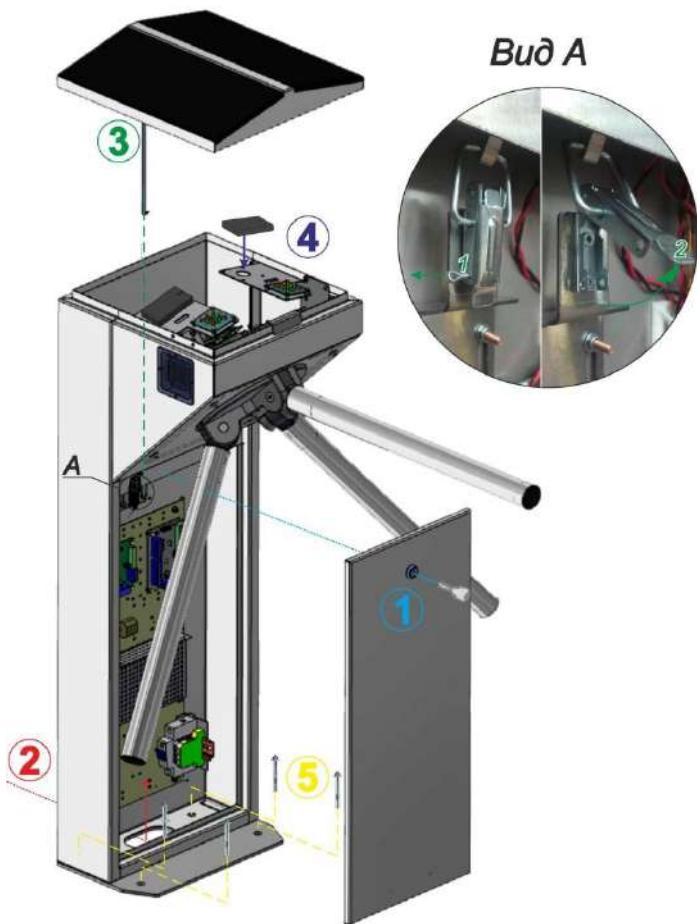

Рис. 16 – Загальний вид складання турнікету-триподу «CENTURION-M» і «BASTION-M»
8) Для доступу до кріпильних та технологічніх отворів основи та клемних колодок турнікету-триподу «CENTURION-M» та «BASTION-M» необхідно зняти двері стійки, повернувши ключ замка за допомогою ключа (Рис.16).
Для того щоб зняти кришку стійки, необхідно зняти шплінт (1) і відкрити клямку (2), піднявши її вгору (Рис.16 , Вид А).